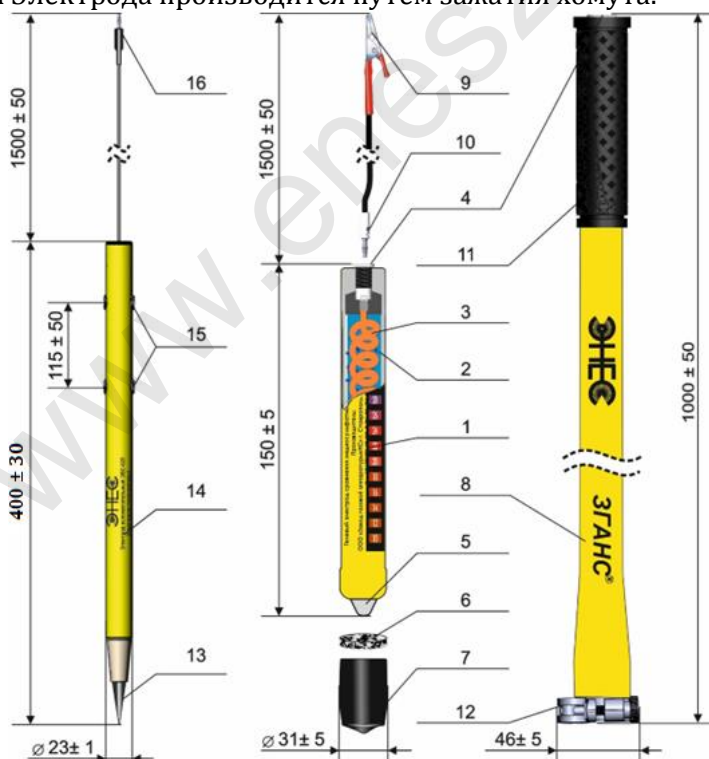

Рисунок 1 – Электрод сравнения неполяризующийся переносной ЗГАНС ГЭС-МС-П с рукояткой-удлинителем и вспомогательным электродом
4.1 Электрод (рис.1) состоит из пластмассового корпуса (1), заполненного гелевым электролитом (2), медного элемента (3), соединительного гнезда (4), диафрагмы (5) поролоновой вставки (6), защитного колпачка (7), соединительного провода с наконечником типа крокодил (9) и штекером (10).